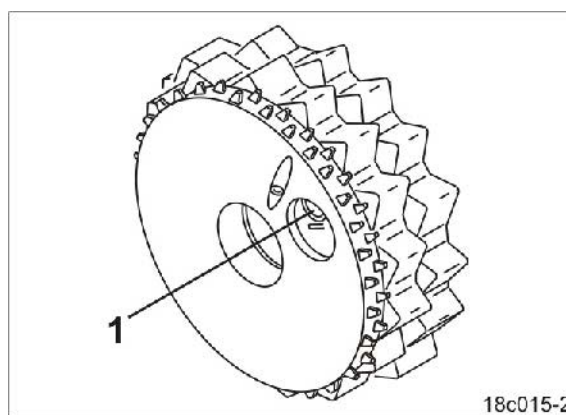

Fig. 119
1. Drej normalsåhjulet med hånden på såakslen, indtil stiften (Fig. 119/1) bliver synlig i boringen.